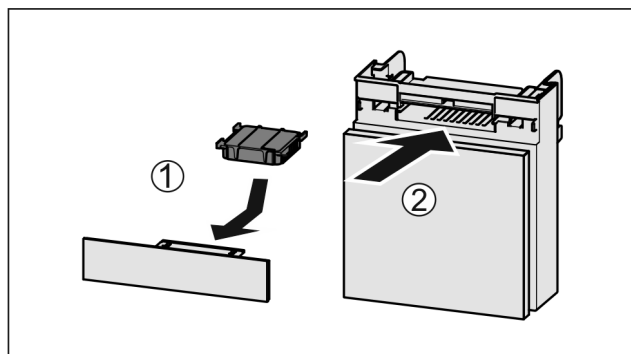

Fig. 35
- Inserire il vano Fig. 35 (2).